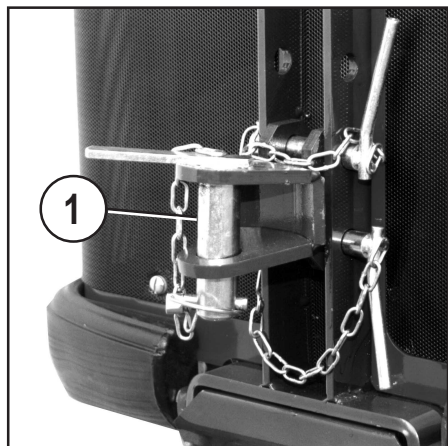

Fig. 7
- På den bageste side (tilbehør), fastmonteret trækkrog med låsebolt (1 fig. 7). Kun til nødbugsering af maskinen.
- Såfremt maskinen trækkes, må udstyret, der skal anvendes, kun tilkobles koblingerne (fig. 7 - 8).